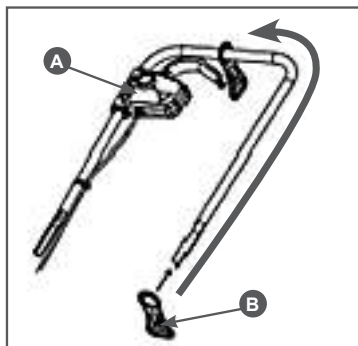

Рис. 2 Установка кронштейна кабеля
2. Установите блок выключателя А и кронштейн В кабеля удлинителя на верхнюю часть рабочей рукоятки как показано на Рис. 2.